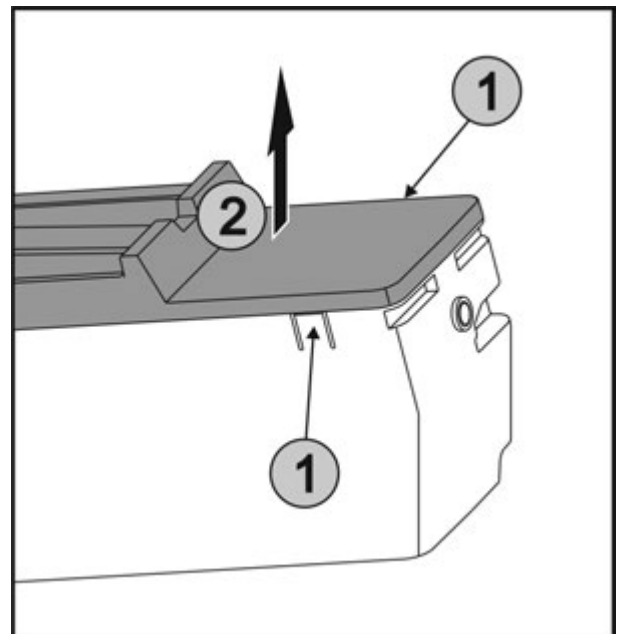

Fig. 37
- Накладки Fig. 37 (1) з обох боків EasyTwist-Ice натиснути одночасно і кришку Fig. 37 (2) вийняти рухом вгору.